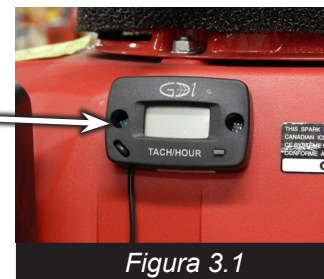

Figura 3.1
- Consulte el tacómetro (*Figura 3.1*) para conocer la velocidad de operación.